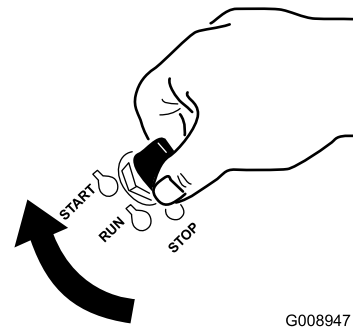

Figure 18
1. Tournez la clé de contact à la position de DÉMARRAGE (Figure 18).